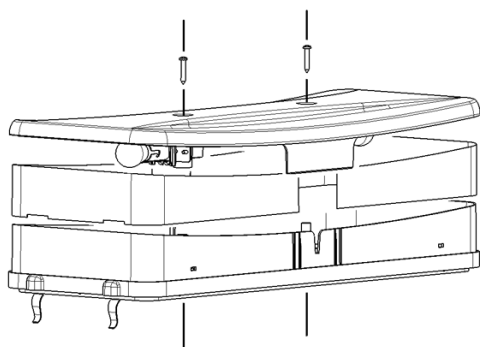

**figura 10**
**1** Substitución de las lámparas de la tapa luminosa (ver figura 10):